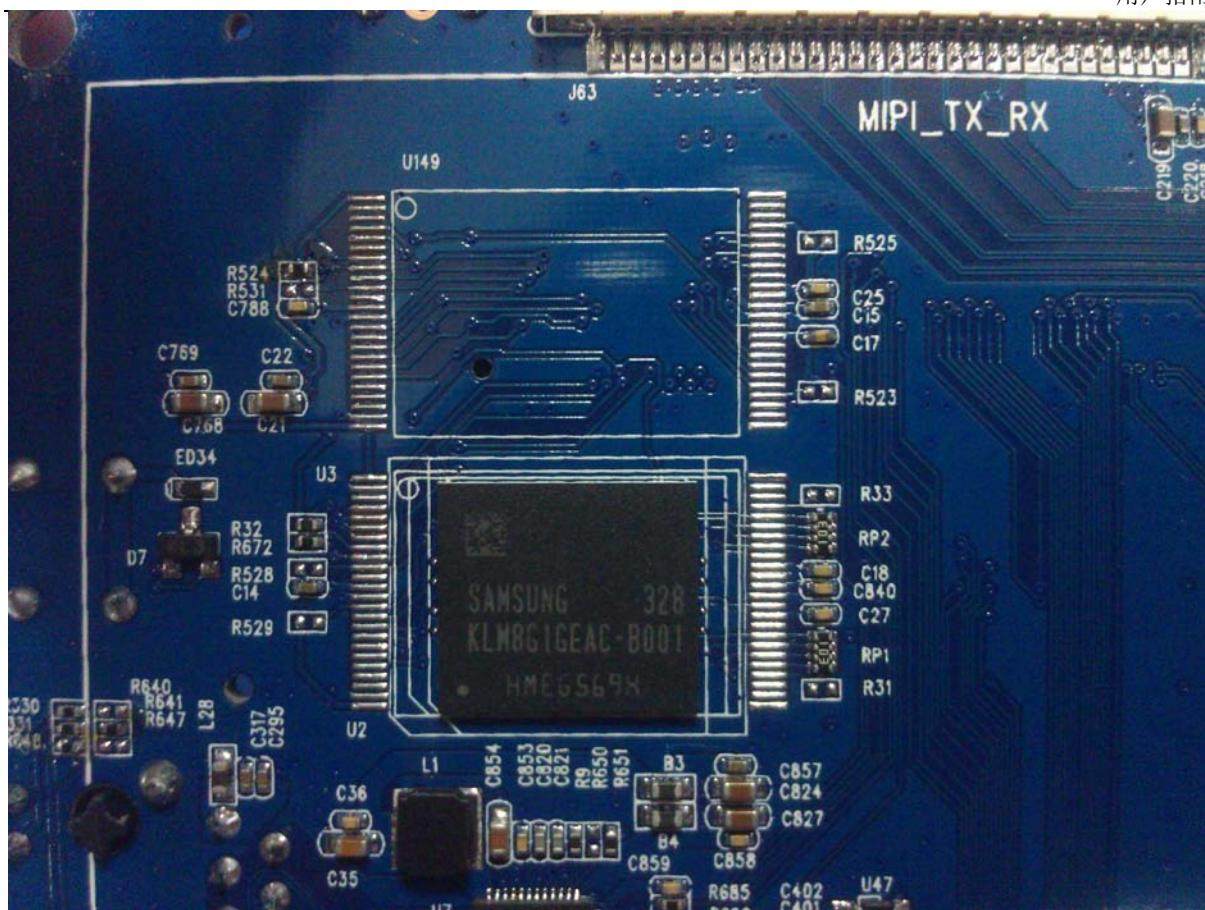

图 15 SDK 开发板 Memory eMMC
1. 开发板上的默认存储为eMMC FLASH(容量16GB) (图15)，同时预留了Nand Flash位置，可以支持双通道8bit Nand Flash。